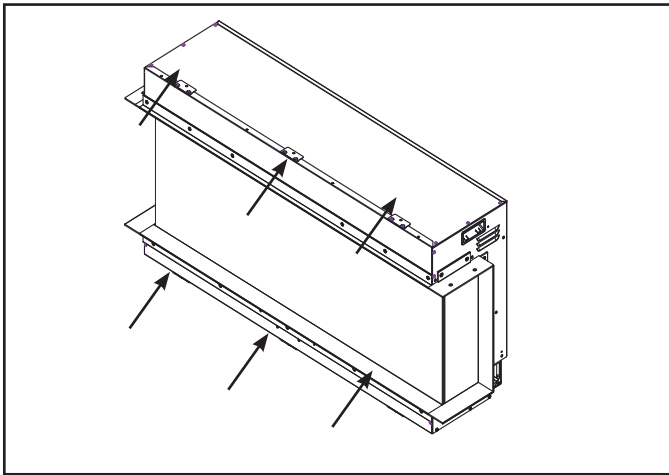

Figure 4.4 Supports de fixation
1. Plier sur les six supports de fixation. Voir la figure 4.4.